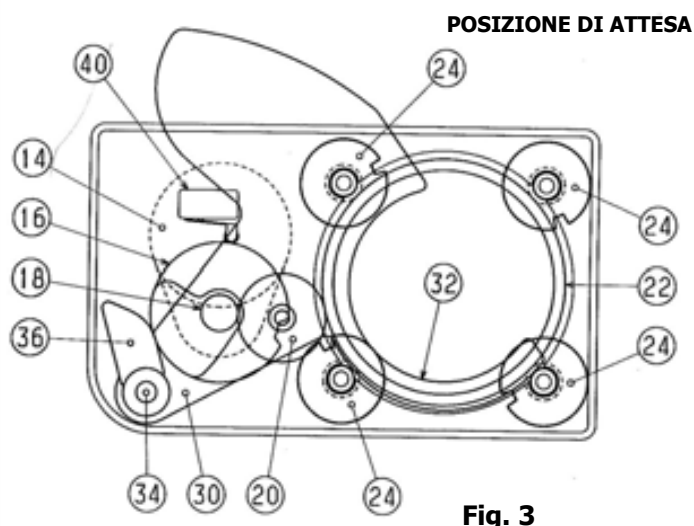

Fig. 3
Quando la camma (16) ruota comandata dal motore, aziona anche la leva (36) conseguentemente la forcella (32) si sposta dalla posizione di riposo (partenza) fino alla posizione di attesa sgancio bicchiere (fig. 3)